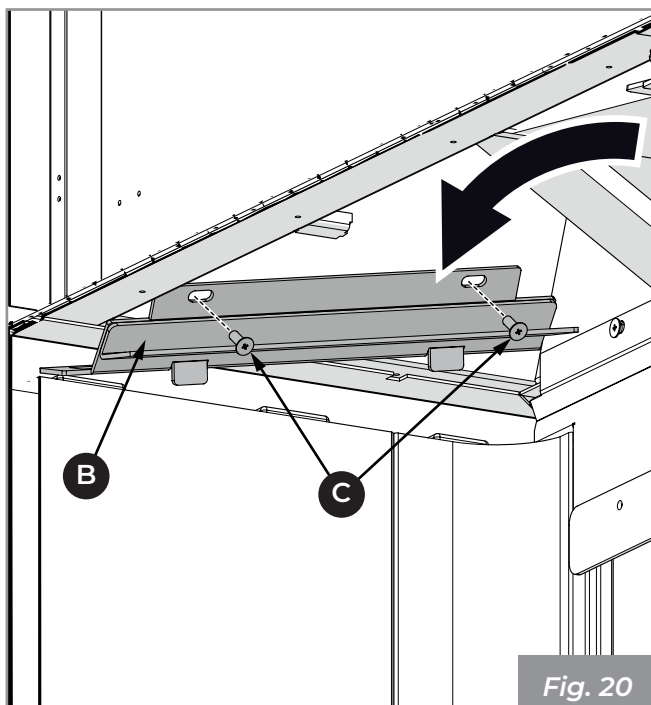

Fig. 20
- 2) Bloquer le panneau réfractaire avec le support (B) en ayant soin d'insérer les trous dans les saillies et en le fixant avec les vis (C) (Fig. 20).
- 3) Procéder de la même façon du côté opposé (les modèles **MX R** et **MX L** contiennent seulement le coude et le support supérieur (B) - Fig. 20) en raison de la présence de la vitre latérale).